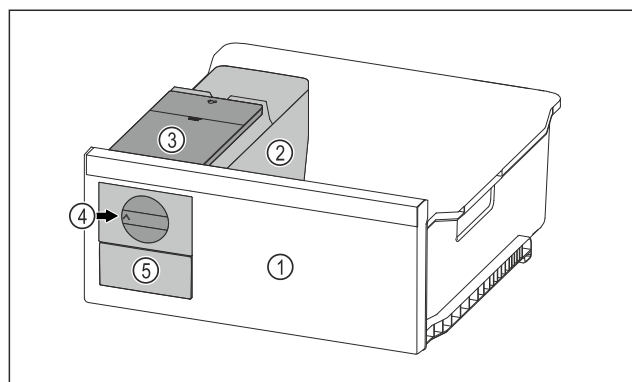

Fig. 70 Примерно изображение
- ▶ Завъртете въртящото се копче Fig. 70 (4) по часовникова стрелка до упор.
- ▶ Ледените кубчета падат от формата за ледени кубчета в чекмеджето за ледени кубчета Fig. 70 (5).